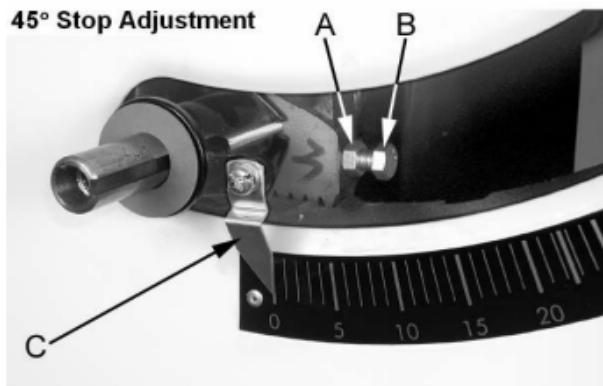

Рис. 19
пильного диска. Ослабьте контргайку (A см. рис. 19) и поверните стопорный винт регулировки (B, рис. 19) на передней цапфе во, внутрь или наружу. Регулировочный винт следует прекратить вращать на переднем кронштейне цапфы, когда пильный диск находится под углом 45 ° к столу.
- Проверьте правильность указателя (C, рис. 19) на угол масштаба и скорректируйте, если это необходимо.